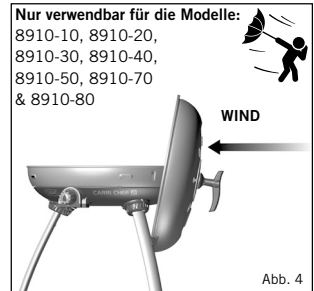

Abb. 4
- **HINWEIS!** Wenn das Gerät bei windigem Wetter verwendet wird, muss die Haube als Windschutz genutzt und in eine Position wie in Abb. 4 dargestellt gebracht werden.